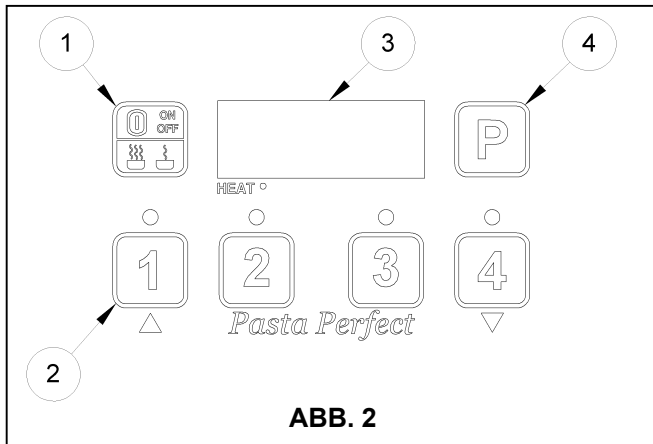

ABB. 2
3. Betätigen Sie die AN/AUS-Taste (1) einmal, um das Gerät einzuschalten. Das Gerät ist jetzt an und heizt das Wasser im Kochtank, siehe Abb. 2.
4. Bei nochmaliger Betätigung der AN/AUS-Taste (1) wird zwischen dem Koch- und Köchelmodus umgeschaltet, siehe Abschnitt 2.4.